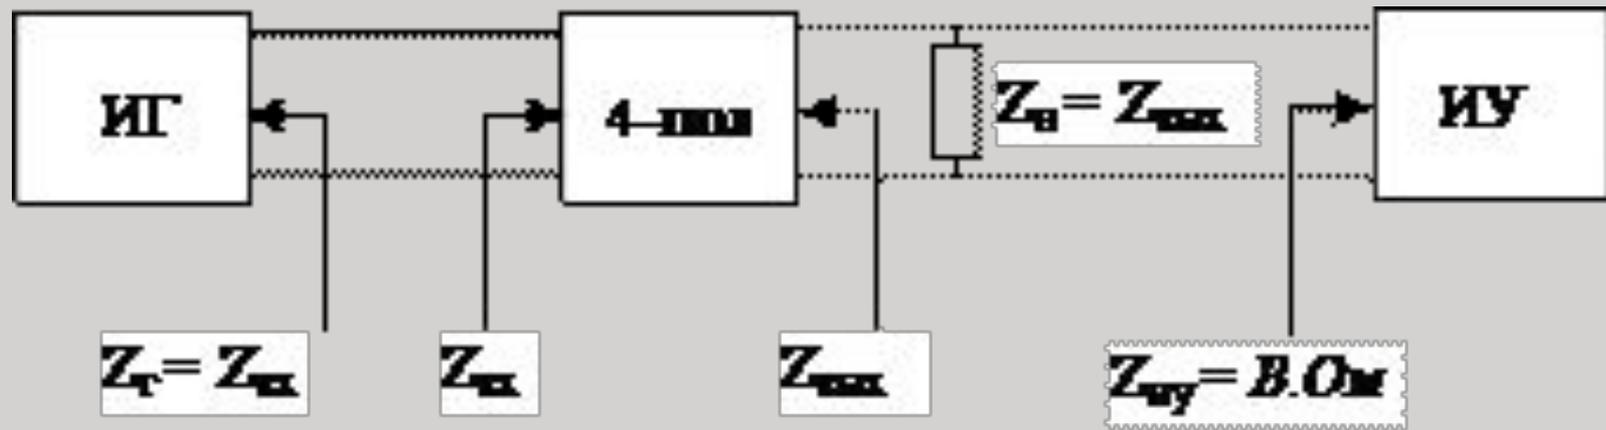

Рис. 3.Схема измерения уровня при подключении ИУ параллельно нагрузке
3. Если требуемое сопротивление нагрузки не соответствует входному сопротивлению ИУ, то измеряемый тракт передачи нагружается на сопротивление нагрузки $Z_H = Z_{\text{ВЫХ}}$, а ИУ подключается высокоомным входом (рис.3).